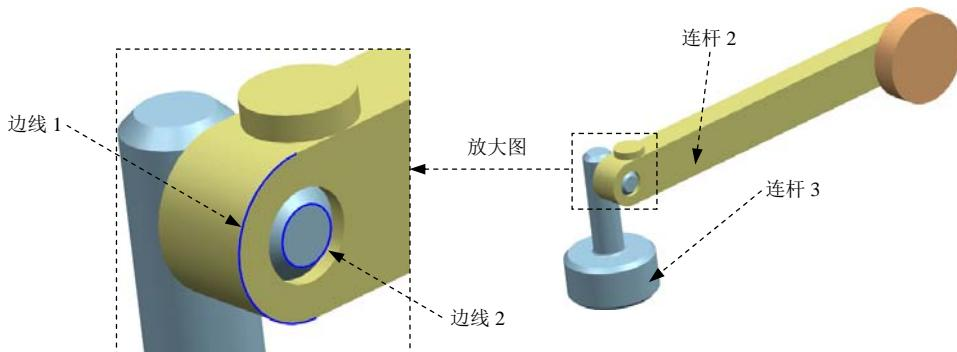

图 8.4.3 定义连杆 2 和连杆 3 中的旋转副
(1) 选择下拉菜单**插入(S)** → **运动副(I)** 命令，系统弹出“运动副”对话框；在“运动副”对话框**定义**选项卡的**类型**下拉列表中选择**旋转副**选项；在模型中选取图8.4.3所示的连杆2中的边线1为参考，系统自动选择连杆、原点及矢量方向。
(2) 在“运动副”对话框**基本**区域中选中**啮合连杆**复选框；单击**基本**区域中的**\*选择连杆①**按钮，在模型中选取图8.4.3所示的连杆3中的边线2为参考。
(3) 单击**确定**按钮，完成旋转副的创建。